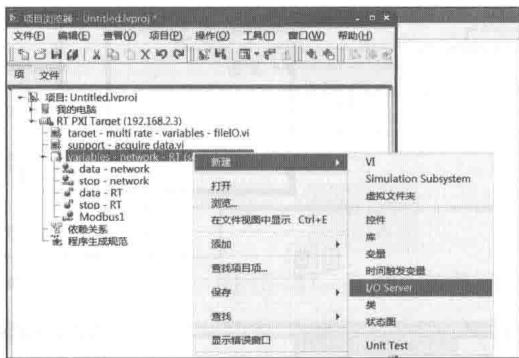

图 15-46 建立 I/O Server
(1) Modbus I/O Server 方式
- step 1** 如图 15-46 所示, 在实时项目的变量库中建立 I/O Server。